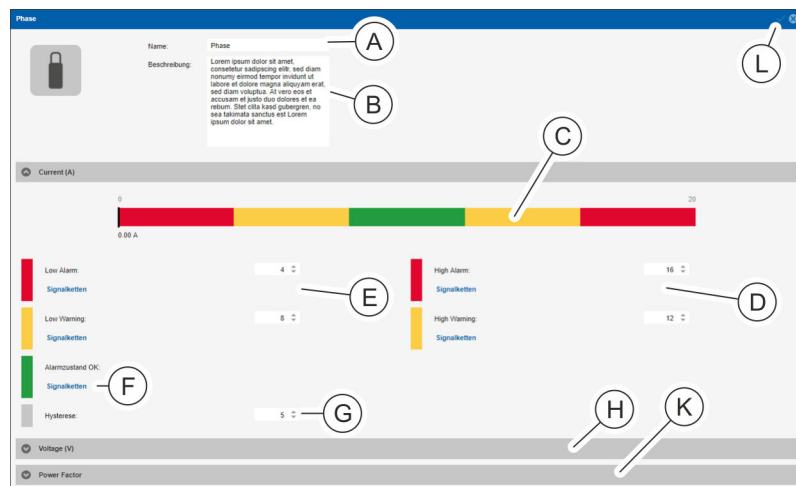

Abb. 126: Detailansicht
4. ➤ In der Detailansicht bei Bedarf die Benennung der Phase (Abb. 126/A) anpassen und bei Bedarf eine Beschreibung hinzufügen (Abb. 126/B).
5. Im Bereich „Current (A)“ einen Wert für „High Warning“ und „High Alarm“ eingeben (Abb. 126/Ⓞ).
- ⇒ Die Schwellwerte werden farblich angezeigt (Abb. 126/Ⓞ).
8. Im Bereich „Current (A)“ dem Parameter „Alarmzustand OK“ (Abb. 126/ⓕ) bei Bedarf eine Signalkette zuweisen (analog zu Schritt 5 und 6).
9. Im Bereich „Current (A)“ einen Wert für „Low Alarm“, „Low Warning“ und „Hysterese“ (in %) eingeben (Abb. 126/Ⓢ und Ⓣ) und eine Signalkette zuweisen (analog zu Schritt 5 – 7).
10. Schritte 5 – 9 für den Bereich „Voltage“ zur Einstellung des Spannungsbereichs wiederholen (Abb. 126/ⓗ).
11. Schritte 8 – 9 für den Bereich „Power Factor“ zur Einstellung des Leistungsfaktors wiederholen (Abb. 126/Ⓡ).
12. Auswahl über die Schaltfläche „Speichern“ (Abb. 126/Ⓞ) bestätigen.